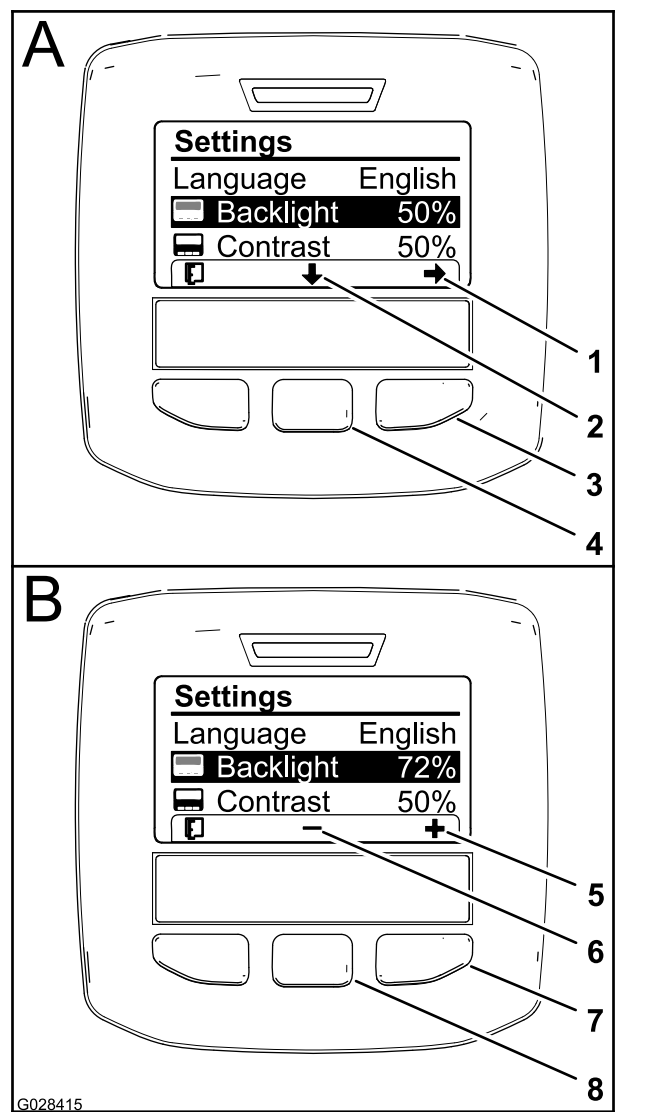

図 64
2. 表示に使用する言語を変更するには、中央ボタン画面上で下向きの矢印で示されているボタンを押し、画面を下にスクロールして Language という選択肢を出す 図 64。
3. 右ボタンを押すと数値の変更ができるようになる 図 64。
4. 中央ボタンと右ボタンとを使って表示画面の明るさを調整する (図 64)。
5. 左ボタン終了アイコンの下にあるボタンを押すと、選択中の項目が記憶され、設定メニューを終了し、メインメニューへ戻る 図 64。
- 画面のコントラストを調整するには、中央ボタン画面上で下向きの矢印で示されているボタンを押し、画面を下にスクロールして Contrast という選択肢を出す 図 64。
- 右ボタンを押すと数値の変更ができるようになる 図 64。
- 左ボタン終了アイコンの下にあるボタンを押すと、選択中の項目が記憶され、設定メニューを終了し、メインメニューへ戻る 図 64。
- 左ボタンを押すと、設定メニューを終了し、メインメニューへ戻る 図 62 と 図 64。
- 左ボタンを押すとホーム画面に戻る 図 64。